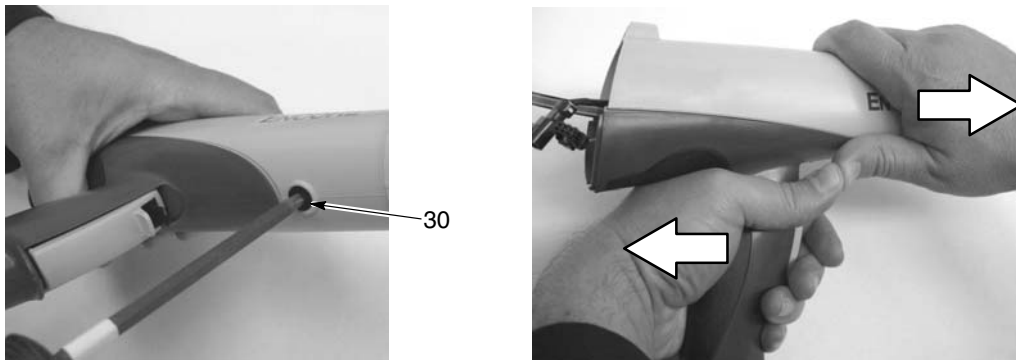

Figura 6-3 Rimozione del corpo della pistola dall'impugnatura
4. Vedi figura 6-3. Togliere la vite in nylon nera (30) dal corpo della pistola.